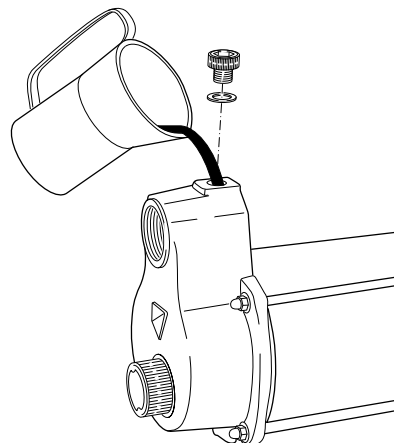

Bild 15
- Pumpe mit Wasser befüllen (Bild 15). Einfüllstopfen entfernen und Pumpe bis Oberkante mit Wasser befüllen. Einfüllstopfen wieder einschrauben.